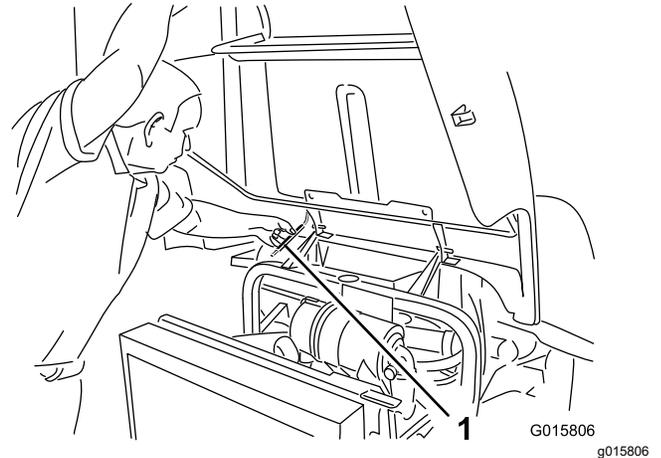

Figure 28
2. Soulevez le capot jusqu'à ce que vous puissiez placer la béquille derrière le tube du cadre (Figure 28).